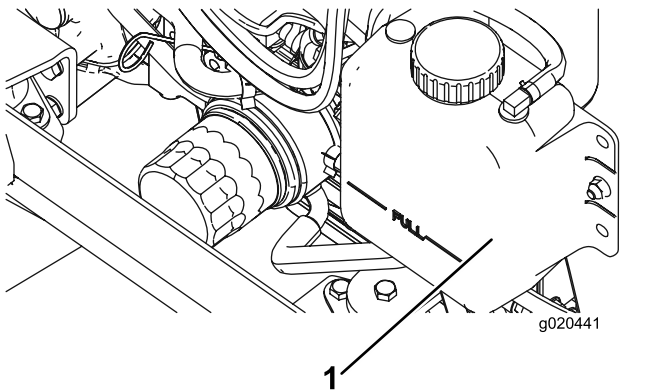

Bild 111
1. Nehmen Sie den Kühlerdeckel und den Deckel des Ausdehnungsgefäßes vorsichtig ab (Bild 111).